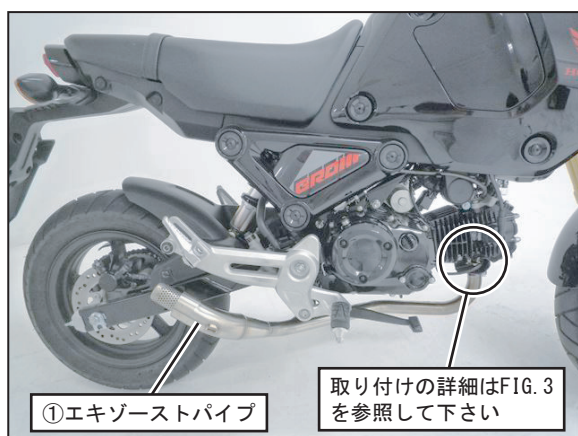

FIG. 2
3. 純正エキゾーストガasketを新品に交換し、①エキゾーストパイプをエンジンの排気ポート部に純正ナットを使用して仮締めして下さい。(FIG. 2, 3 参照)